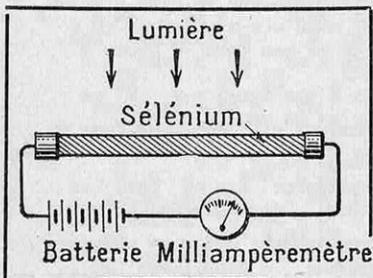
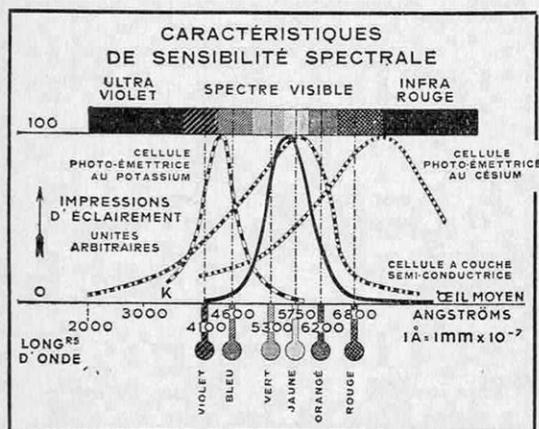

FIG. 2. — REPRÉSENTATION SCHÉMATIQUE D'UNE CELLULE PHOTORÉSISTANTE AU SÉLÉNIUM
FIG. 4. — SENSIBILITÉS DES DIVERSES CELLULES SUIVANT LES RADIATIONS
Les cellules photorésistantes, construites comme le montre la figure 2, sont particulièrement sensibles aux radiations de grandes longueurs d'onde, de l'ordre de 7.000 à 8.000 angströms (1) — rouge et rouge sombre (fig. 4). Avec les cellules au thallium, et grâce à certains artifices, on est parvenu à placer le maximum de sensibilité vers 11.000 angströms, soit dans l'infrarouge que l'œil humain ne peut percevoir.
Parmi ces cellules à couche d'arrêt, certaines, dont le semi-conducteur est à base de sélénium, présentent un intérêt particulier, car elles ont à peu près la même sensibilité spectrale que l'œil humain, avec un maximum, dans le jaune, entre 5.500 et 6.000 angströms. Elles pourront donc être utilisées avantageusement en photométrie, pour la comparaison et l'étude des sources lumineuses (fig. 4).
La sensibilité des cellules photoémettrices, qui varie avec la longueur d'onde de la lumière, dépend essentiellement de la nature de la couche sensible. Elle diffère toujours beaucoup de celle de l'œil humain. Ainsi les cellules au potassium ont leur maximum de sensibilité dans le bleu, celles au césium dans le rouge et l'infrarouge (fig. 4). La position de ce maximum semble dépendre surtout de la présence d'impuretés dans la couche sensible, surtout des gaz qu'elle peut fixer et, en particulier, de l'hydrogène. Actuellement, on soumet les cathodes de métaux alcalins à une décharge lumineuse dans l'hydrogène. Il se forme alors des hydrures plus ou moins compliqués, la couche de potassium prenant une couleur bleu-vert, celle de sodium une couleur marron-noir, etc.